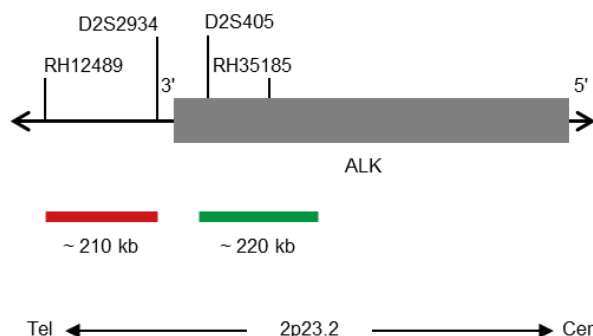

Fig. 1 : SPEC ALK Cartographie de la sonde (pas à l'échelle)
- Polynucléotides marqués à la digoxigénine (~0,50 ng/ μ l), qui visent la cartographie des séquences dans 2p23.2* (chr2:29,460,144-29,681,581) proximale de la région des points de rupture de ALK (voir Fig. 1).
- Polynucléotides marqués aux dinitrophényles (~0,75 ng/ μ l), qui visent la cartographie des séquences dans 2p23.2* (chr2:29,174,204-29,383,335) distale de la région des points de rupture de ALK (voir Fig. 1).